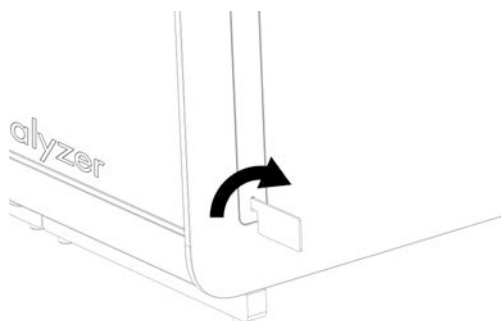

図 15. 保護カバーを取り外す。
3. QIAstat-Dx Analyzer 1.0 と同梱の保護カバー取り外しツールを使用して、分析モジュールの側面から保護カバーを取り外します（図 15）。